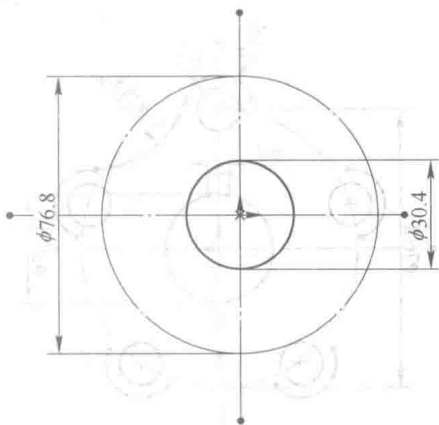

图 2-2 绘制中心线和圆
(1) 启动 SolidWorks 软件，选择菜单“文件”→“新建”命令，在弹出的新建文件对话框中选择“零件”，单击“确定”按钮，进入零件设计界面。
(2) 从特征管理器中选择“前视基准面”，单击“正视于”按钮，单击“草图绘制”按钮，进入草图绘制界面。单击“中心线”按钮，过原点绘制水平和竖直的两条中心线。单击“圆”按钮，绘制圆心位于原点 $\phi 30.4$ 和 $\phi 76.8$ 的两个圆，其中 $\phi 76.8$ 圆弧为构造线，如图 2-2 所示。